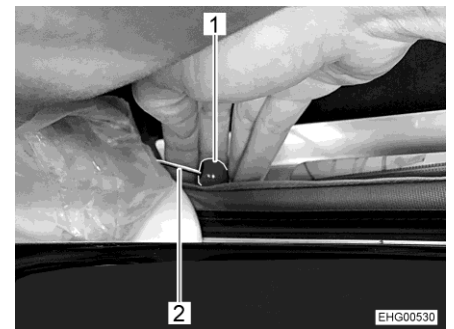

Fig. 71 Dispositif de déverrouillage de secours
- Tirer des deux côtés sur le bouton rouge (Fig. 71,1) du câble Bowden (Fig. 71,2).